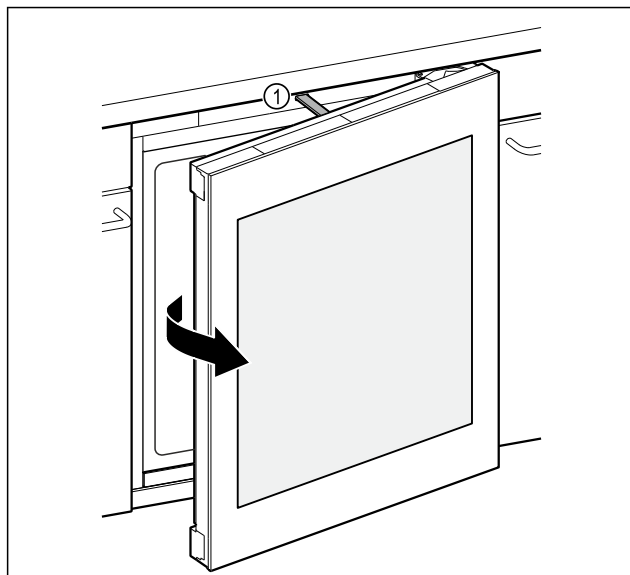

Fig. 133
- La tige de poussée Fig. 133 (1) ouvre la porte d'env. 7 cm.